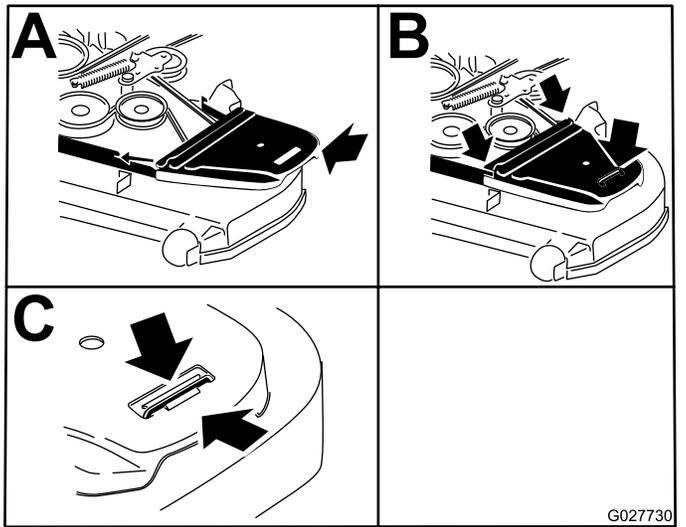

Bild 59
15. Bringen Sie die Riemenabdeckungen wieder an (Bild 59).